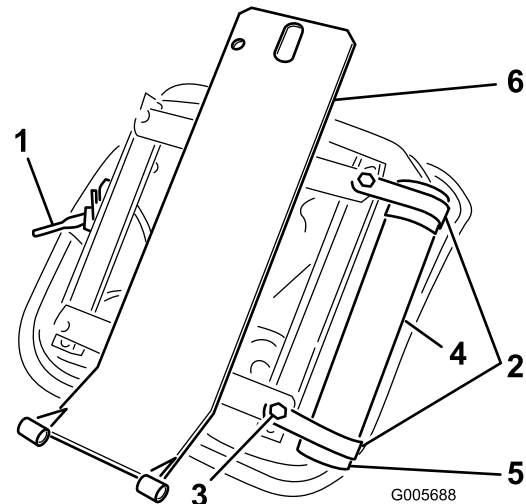

Bild 12
1. Montieren Sie die Sitzfederung unten am Sitz an vier Kopfschrauben und befestigen Sie diese mit vier Sicherungsscheiben, Flachscheiben und Muttern (Bild 12).
2. Befestigen Sie die beiden R-Schellen lose mit zwei Kopfschrauben und Flachscheiben (liegen dem Sitz bei) an der rechten Seite der Sitzunterseite (Bild 12). Setzen Sie das manuelle Rohr in die R-Schellen ein und ziehen Sie die Klemmmuttern fest (Bild 12).
3. Montieren Sie die Sitzstütze über vier Gewindebolzen unten an der Sitzfederung und befestigen Sie diese mit Muttern (Bild 12).